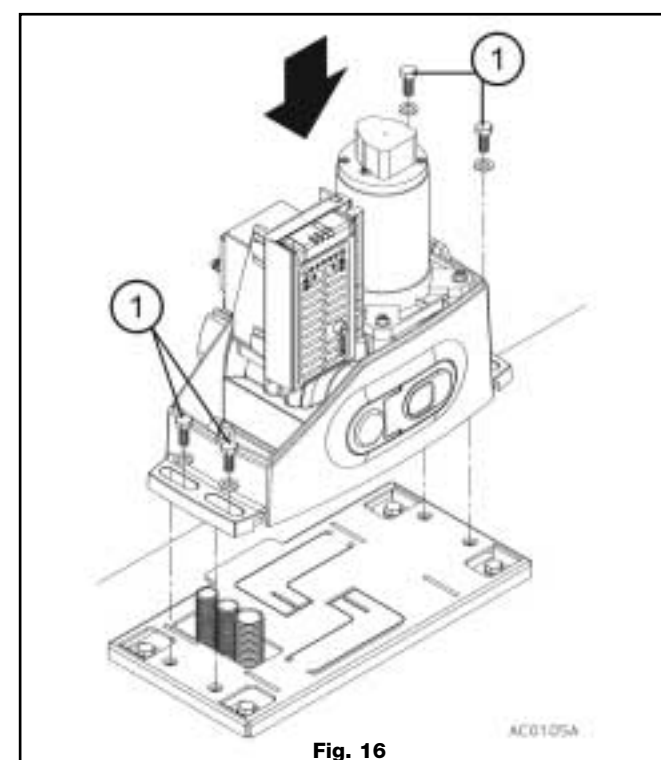

Fig. 16
- c) Poser le moto-réducteur sur la plaque d'ancrage (fig. 16) et visser manuellement à 3/4 de tour les 4 vis M10 et leurs rondelles.